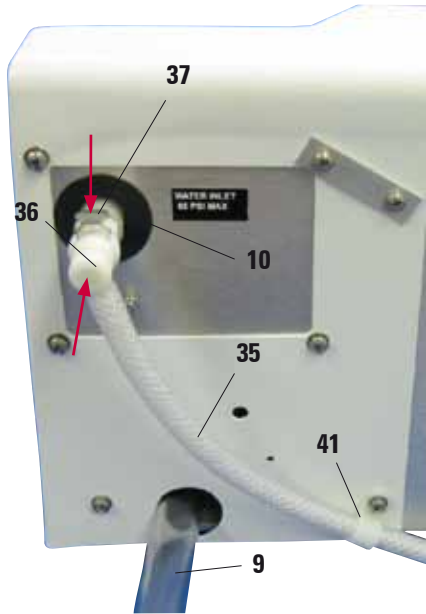

Fig. 21
- Posare il tubo flessibile di scarico (9) in modo che sbocchi in un contenitore di raccolta idoneo o in un lavello. Durante l'operazione assicurarsi che il tubo flessibile non venga piegato e che l'acqua possa scorrere senza ostacoli e con una certa inclinazione.
- Quindi, collegare l'alimentazione dell'acqua di risciacquo (35) al coloratore automatico.
- A tale scopo spingere il raccordo di collegamento (36) nell'alloggiamento (10) sullo strumento fino a quando non si innesta. Per staccare il tubo flessibile, premere il dispositivo di sgancio (37) ed estrarre il raccordo.
- Fissare il tubo flessibile all'unità nella posizione illustrata nella Fig. 21, utilizzando la pinza (37).